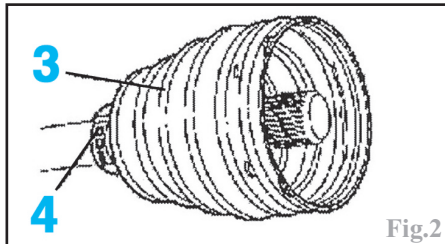

Fig.2
Présenter sur l'arbre les 2 colliers (4) et le soufflet (3) neuf (Fig.2).